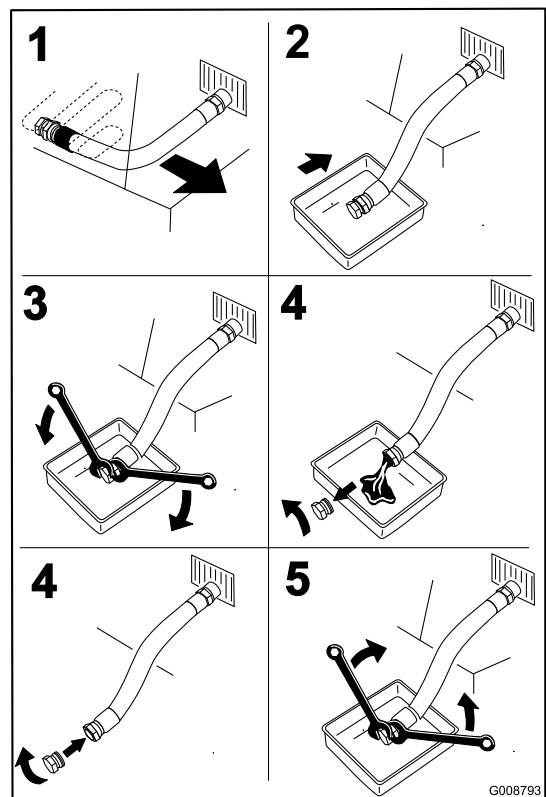

Figura 49
4. Prima di scendere dal posto di guida dell'operatore, spegnete il motore, togliete la chiave di accensione e attendete che si fermino tutte le parti in movimento (Figura 49).